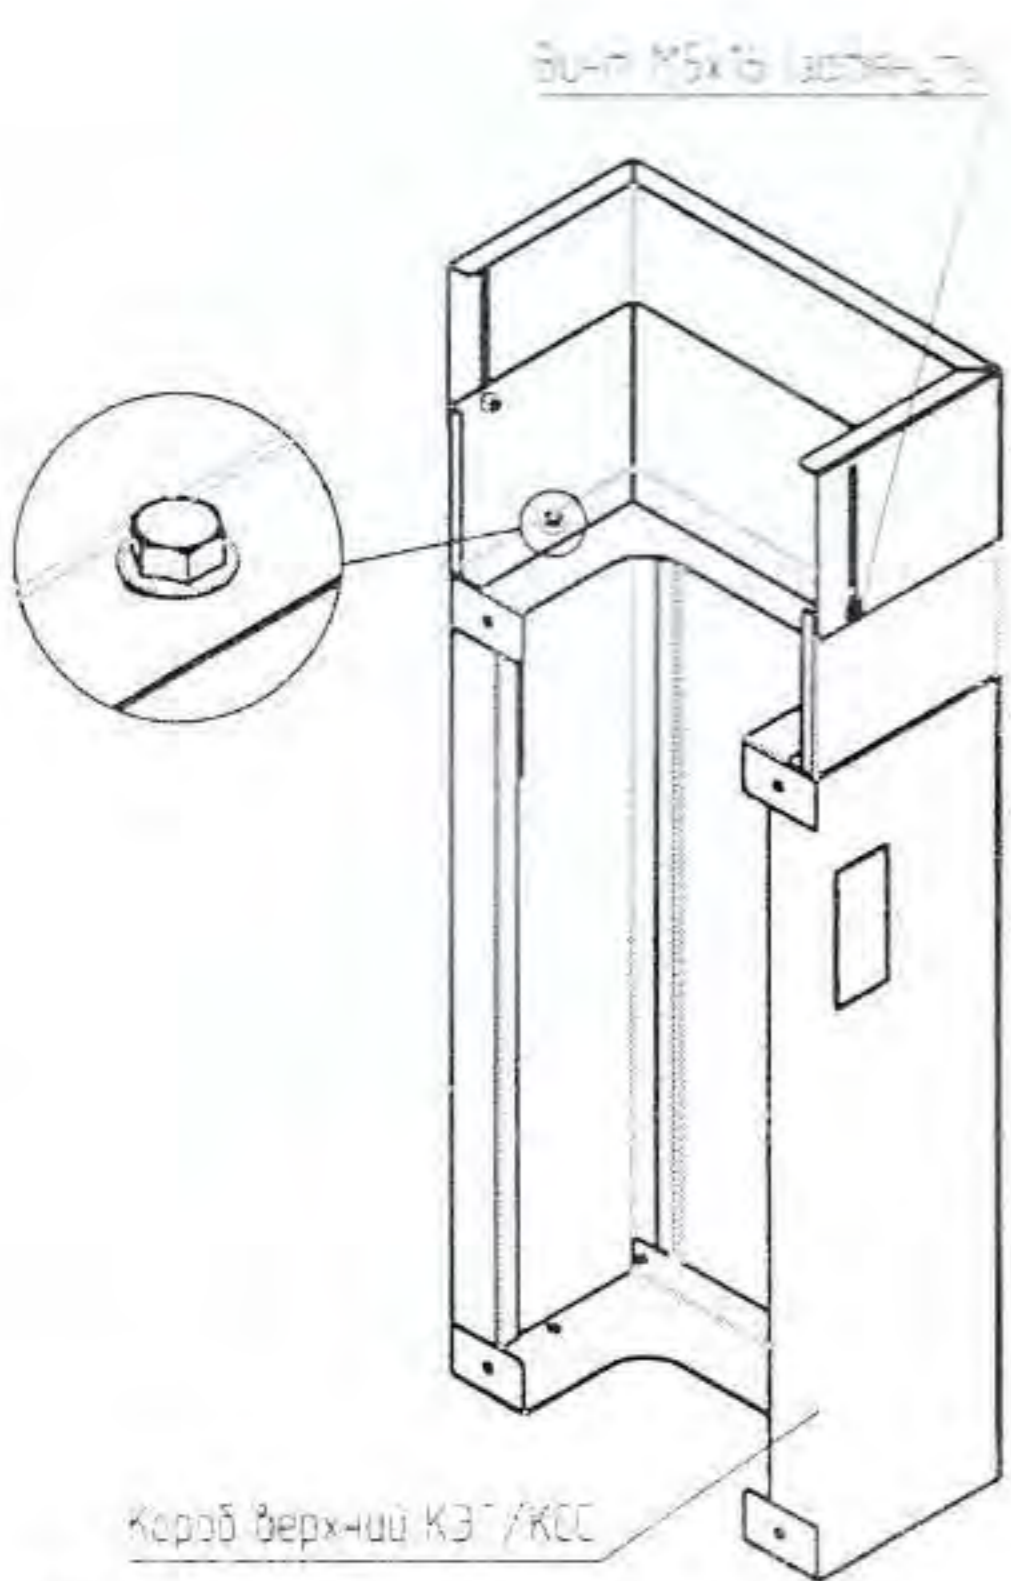

Рисунок 4
- 4.2 Установите компенсатор высоты на короб верхний КЭТ. Закрепите с помощью двух болтов фланцевых М6×14 и четырех гаек М6 с фланцем (рисунок 4). Болтовое соединение согласно приложению 1.
- 4.3 Поднимите компенсатор высоты вверх до соприкосновения с поверхностью потолка и затяните винты М5×16 (рисунок 4).